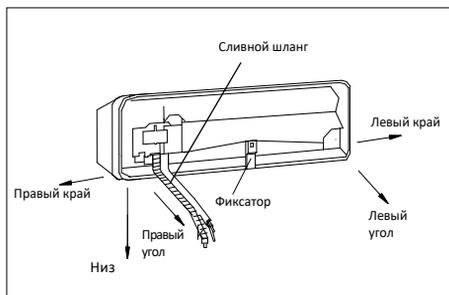

Рис. 6
Вывести монтажные трубы из внутреннего блока можно с разных сторон, как показано на рис. 6. Выберите наиболее подходящую вам сторону.
- Расположите соединительные трубы, кабель, дренажный шланг, как показано на рис. 6, а затем подсоедините дренажный шланг к сливному отверстию. Дренажный шланг расположите под наклоном (вниз). Скрепите соединительные трубы, кабели и дренажный шланг вместе виниловой лентой (рис. 5). Обеспечьте достаточное пространство между дренажной трубой и землей. Не ставьте дренажную трубу в воду или канаву.